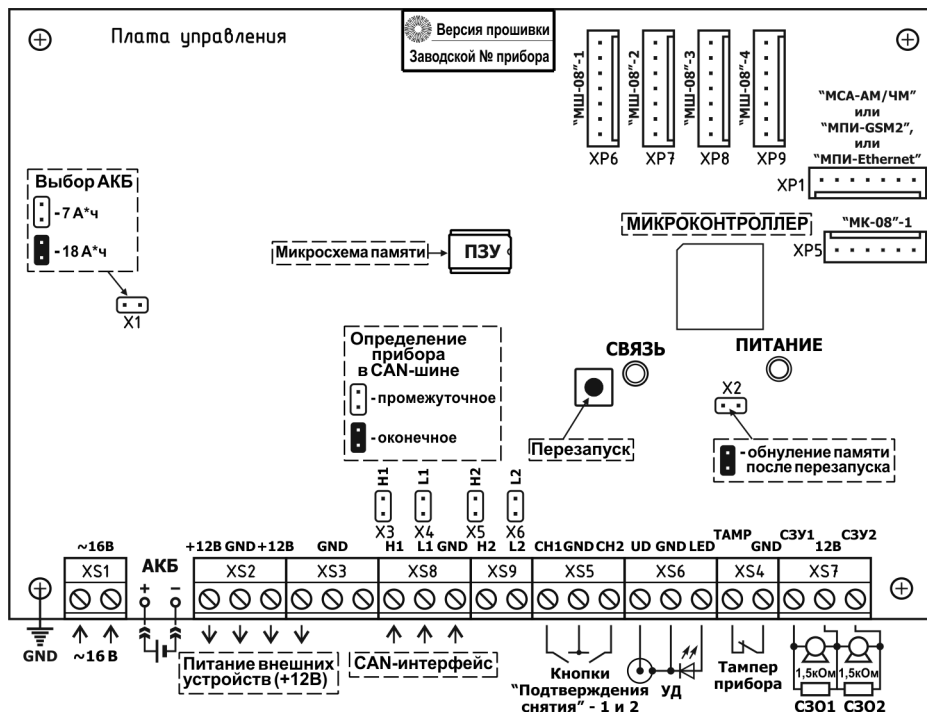

Рисунок 2 - Плата управления ПКП-128 и её схема подключений
- **Плата управления** (см. Рисунок 2) устанавливается внутри корпуса прибора.
На плате установлены перемычки – см. Рисунок 2 и Таблицу 6.
➤ **Батарея резервного питания (АКБ)** располагается в правом нижнем углу корпуса прибора. Ёмкость АКБ, в зависимости от характеристик системы, может быть от 7 до 18 А·ч. Батарея подключается с помощью двух изолированных проводников с клеммами, отходящими от платы управления ПКП-128 (см. Рисунок 2 (-АКБ+)). Красный проводник подключается к клемме «+» аккумулятора, а чёрный - к клемме «-».
ВНИМАНИЕ! При применении АКБ ёмкостью 7 А·ч, перемычка X1 на плате управления прибора (Рисунок 2) должна быть снята! При применении аккумуляторов с винтовым присоединением клемм необходимо пользоваться переходными соединителями из комплекта ЗИП (см. Таблицу 2).